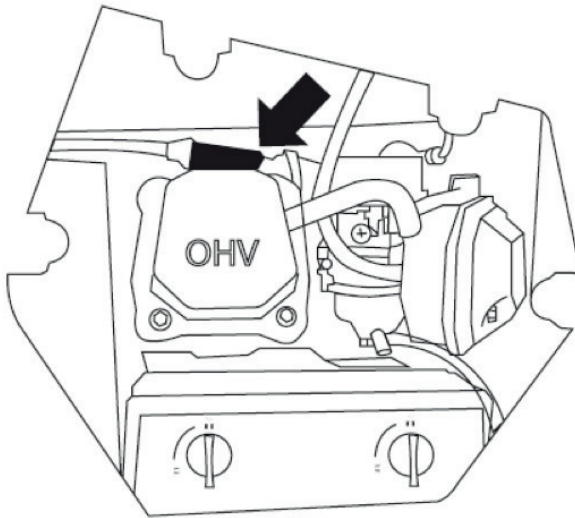

Figura 18: Tire la Cubierta de la Bujía
4. Quite la cubierta de la bujía tirando firmemente la manilla de metal de arranque de la bujía directamente lejos del motor (ver Figura 18).